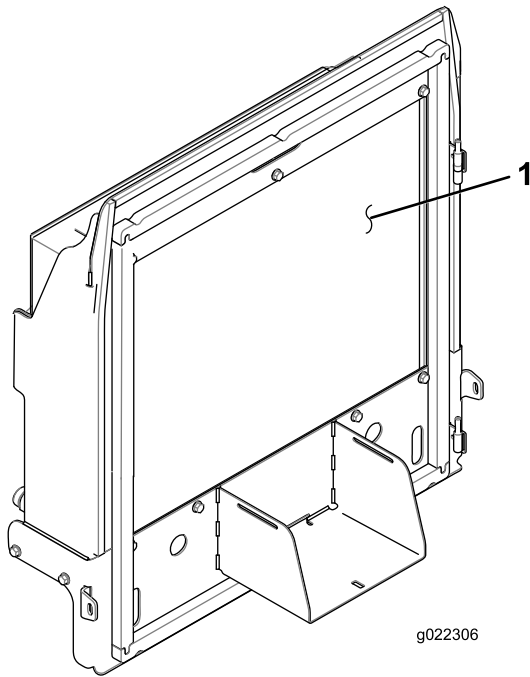

図 66
4. ラジエター・オイルクーラの裏表を圧縮空気で丁寧に清掃する 図 66。